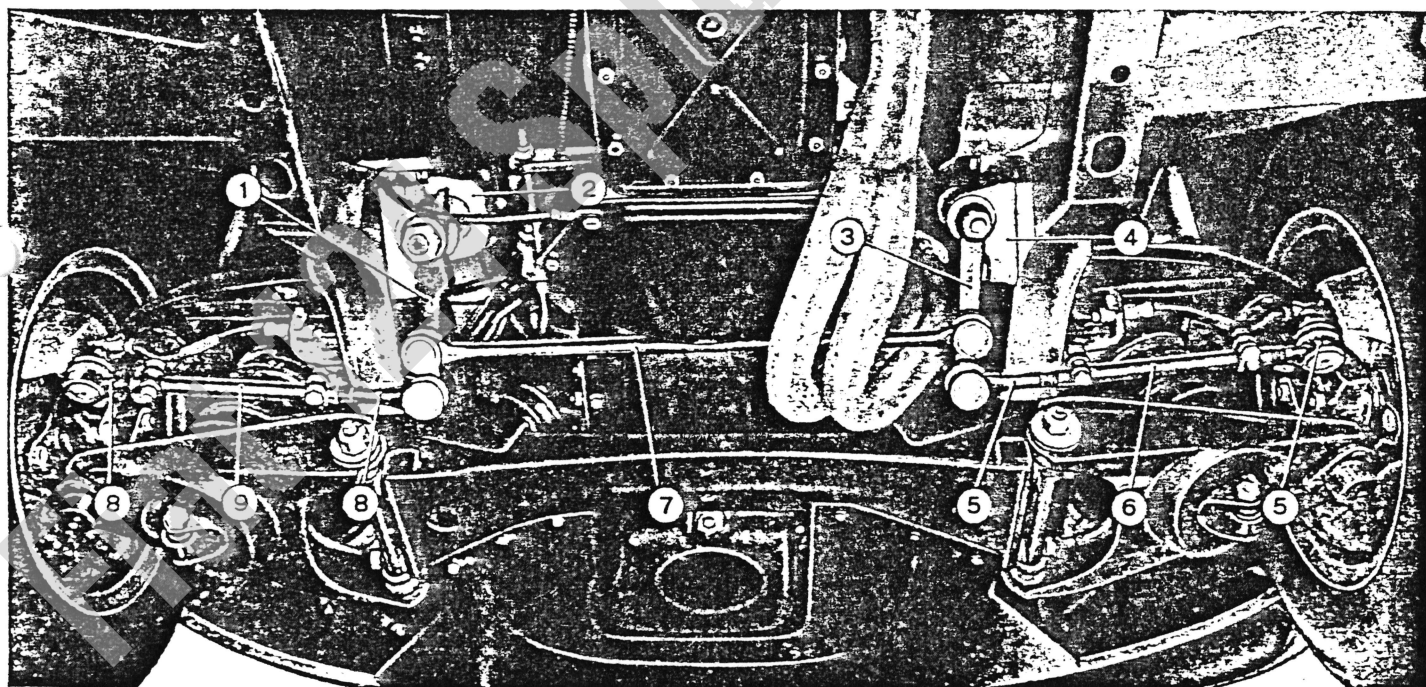

Abb. 52. - Ansicht des am Fahrzeug montierten Lenkgestänges.
Der Lenkstockhebel, der an der Lenkrollenwelle befestigt ist, betätigt eine Lenkspurstange (7, Abb. 52), welche am gegenüberliegenden Ende am Hebel 3 befestigt ist.
Die seitlichen Spurstangen sind aussen durch Kugelenke mit den Spurstangenhebeln verbunden, und innen einmal am Lenkstockhebel (8, Abb. 52) und auf der anderen Seite (5) am Lenkzwischenhebel (3), der gleichzeitig als ein hydraulischer Stossdämpfer ausgebildet ist. Der hydraulische Stossdämpfer (4, Abb. 50), der am rechten Längsträger im Motorraum befestigt ist, genau gegenüber dem Lenkgehäuse, absorbiert die Schwingungen, die sich schädlich auf das Lenksystem auswirken würden.
Die beiden seitlichen Spurstangen sind versehen mit Einstellmuffen (9 und 6, Abb. 52) zur Einstellung der Vorspur der Vorderräder.